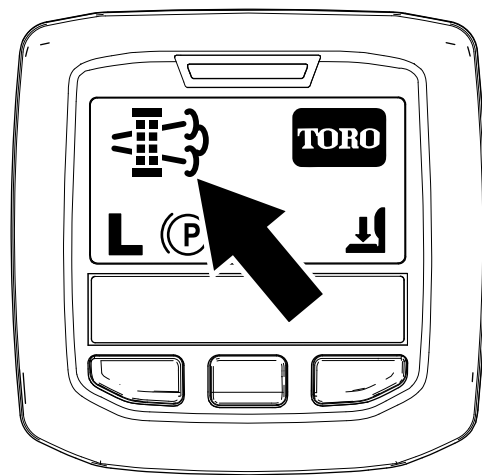

Figura 49
- Cuando el ordenador del motor solicita una regeneración con la máquina aparcada o una regeneración de recuperación, aparece el icono de solicitud de regeneración (Figura 49) en el InfoCenter.